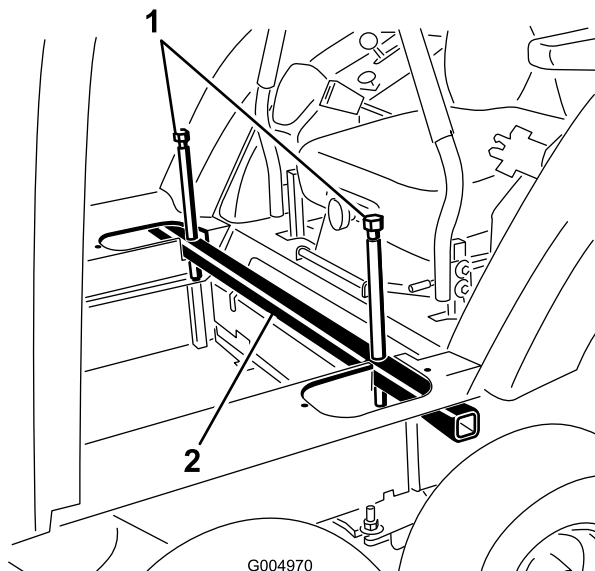

Figura 116
39. Desaperte os parafusos do macaco e retire o tubo do macaco da cabina dos cortes no piso da cabina (Figura 116).